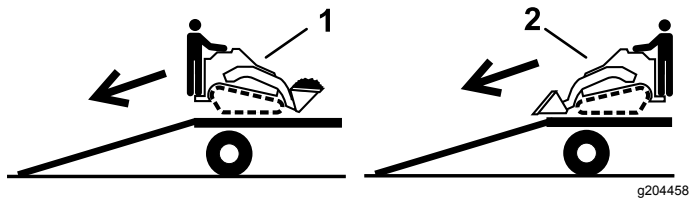

Figure 22
2. Placez toujours l'extrémité la plus lourde de la machine en haut de la rampe, la charge en bas, pour la descender de la remorque (Figure 22).